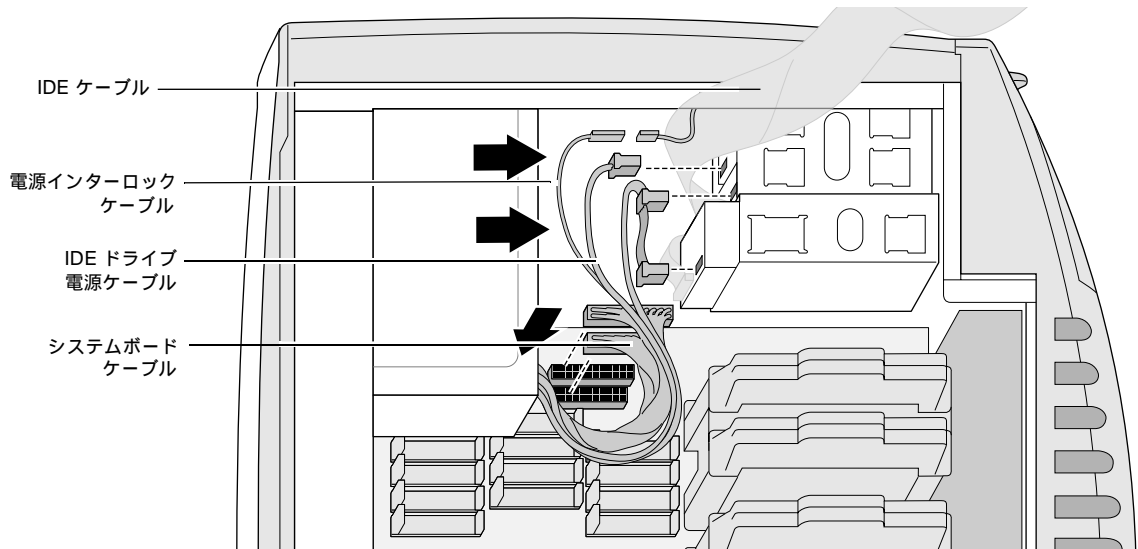

図 7-8 電源ケーブルの再接続
- コネクタタブを上向きにして、電源ケーブルをシステムボードに再接続します。各コネクタのサイズは異なるため、違うコネクタには差し込めません (図 7-8)。